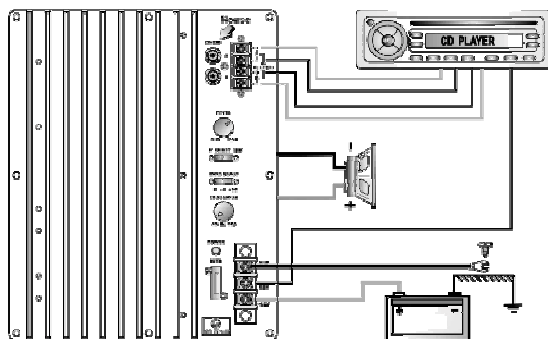

Fig.2
- 2 **Section entrée haut-niveau** : Reliez à ces bornes les câbles de sortie Haut-parleur en provenance de votre autoradio (seulement si votre autoradio ne dispose pas de sortie RCA) Voir Fig.2 P.6